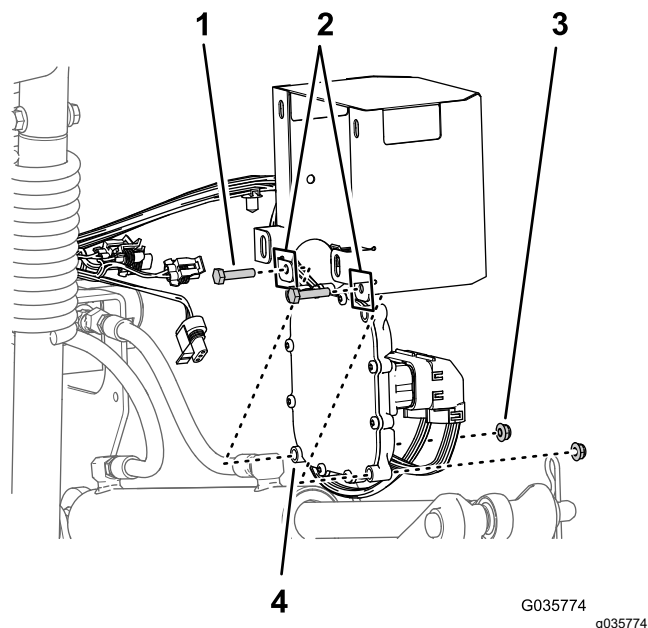

Figura 29
2. Montați controlerul la capac cu 2 uruburi ($\frac{1}{4} \times 1 \frac{1}{8}$ ") și 2 contrapiulie cu guler ($\frac{1}{4}$ ") așa cum se arată în Figura 29.
1. Aliniați controlerul electronic în interiorul capacului controlerului cu orificiile inferioare de montare exterioară ale controlerului aliniate cu orificiile din flana inferioară spate a capacului (Figura 29)